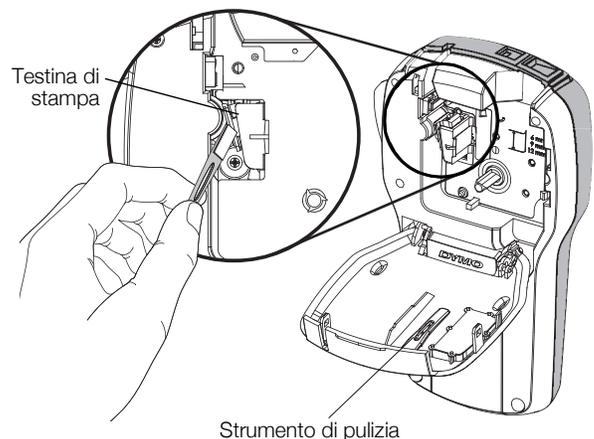

Figura 8
- Rimuovere l'utensile di pulizia dall'interno del coperchio del comparto della cartuccia. Vedere la Figura 8.
- Pulire delicatamente la testina di stampa con il lato morbido dell'utensile. Vedere la Figura 8.